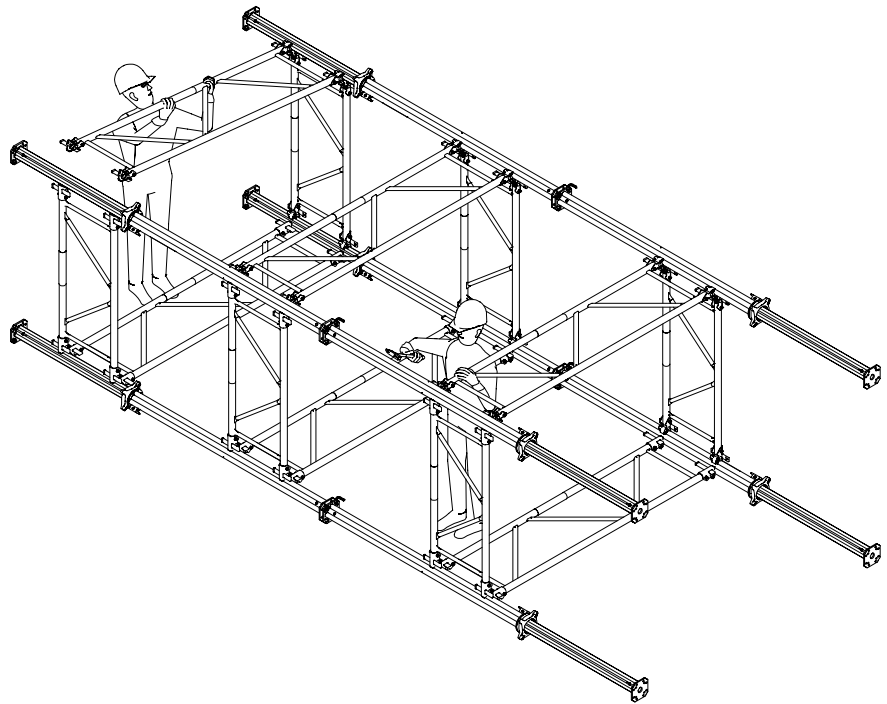

Fig. A3.04
6. Installer le cadre supérieur. (Fig. A3.04)